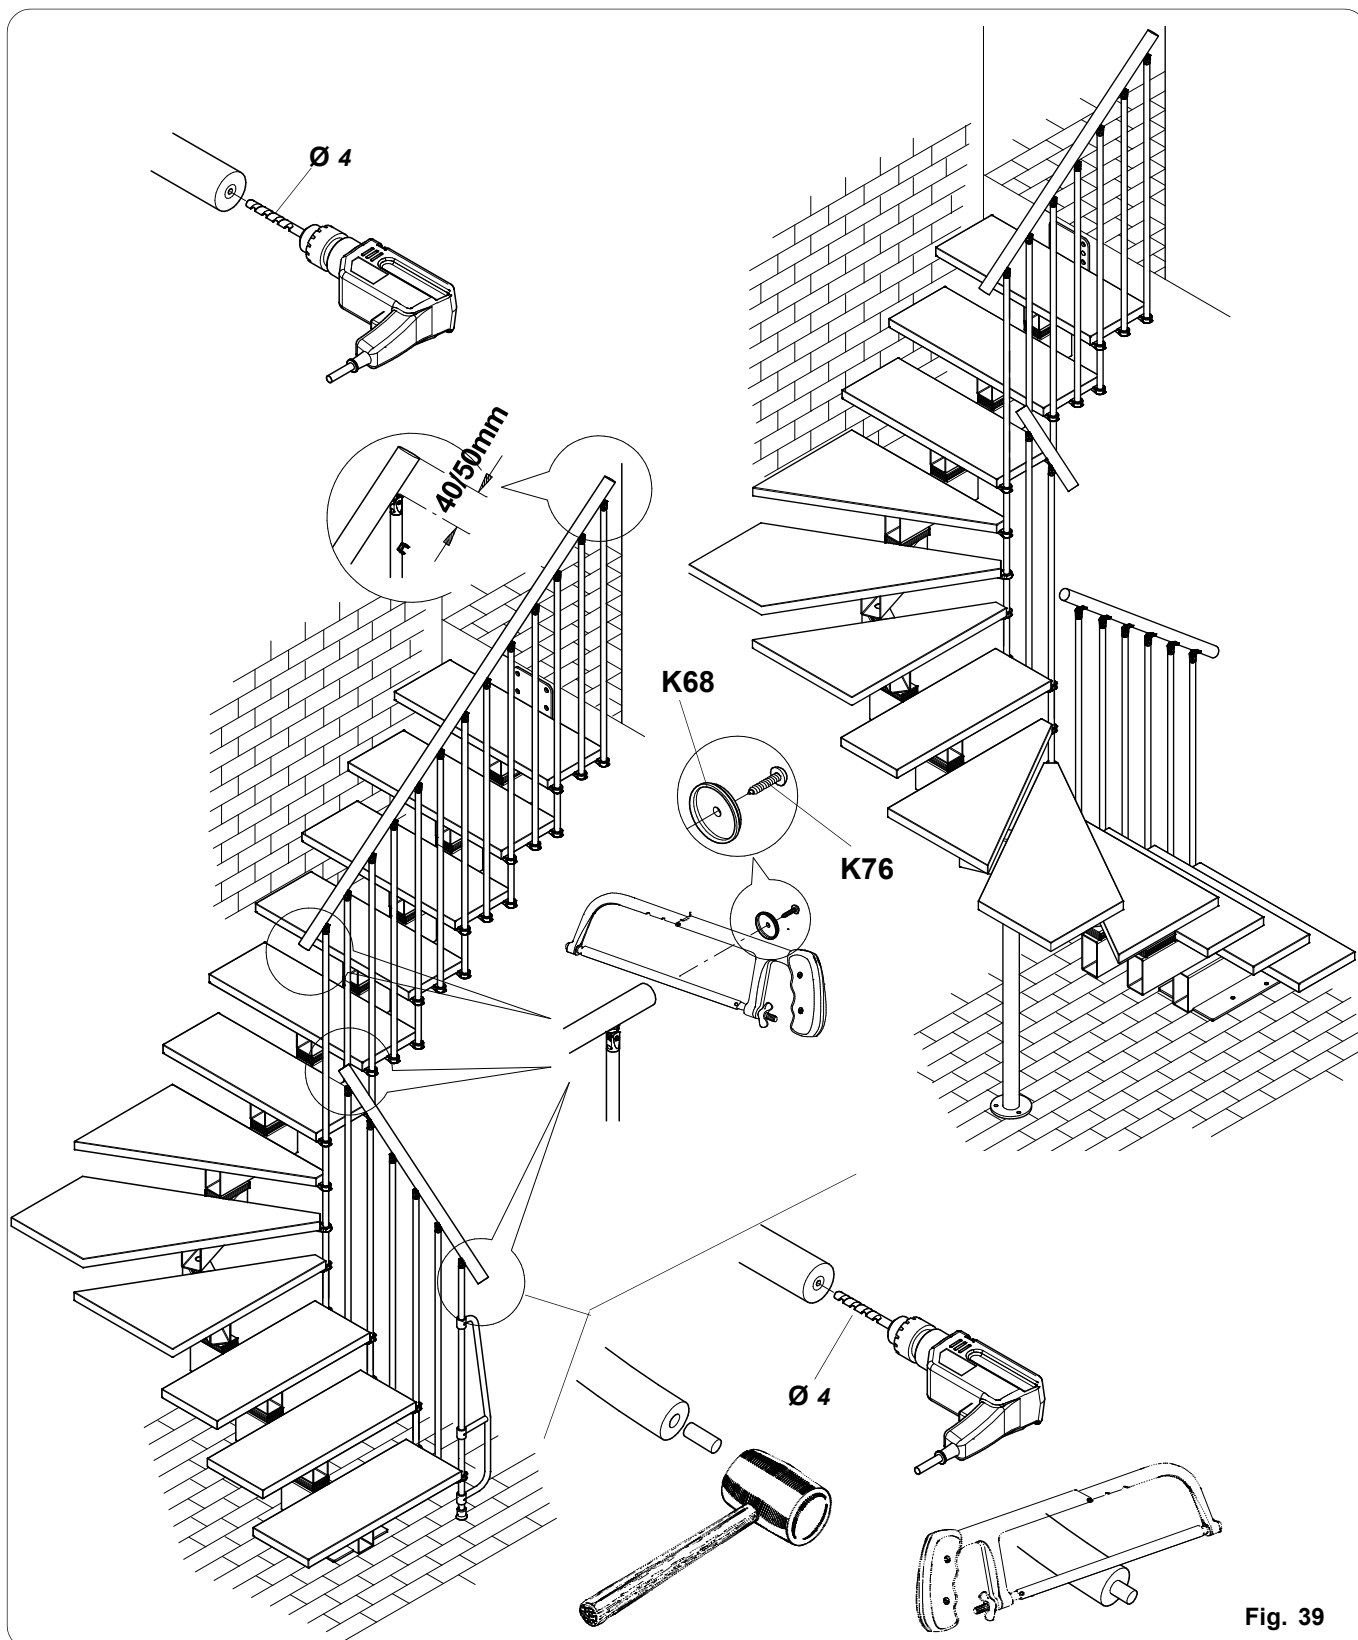

Fig. 39
Relever la distance entre les deux supports. Placer le support P110 au milieu et marquer la position des trous comme illustré sur la figure 39.
Monter également une autre colonne sur la dernière marche, à une distance égale à la mesure du giron, comme illustré fig. 39. Il est également opportun de monter un support supplémentaire, fixé sur la partie supérieure de la marche, de façon à rendre plus sûr et rigide l'ancrage de la colonne. Régler la position en hauteur de manière qu'elle soit comme celles déjà montées de manière qu'elle ne dépasse point de son support.
- La règle qu'il faut ajouter une colonne supplémentaire sur la dernière marche droite avant le tournant de l'escalier, s'applique à toutes les configurations. La fig. 39 illustre l'exemple d'un escalier en U.
Percer avec un foret à bois de  $\varnothing 4$  et monter le cache **K68** avec la vis **K76**. (Fig. 39)